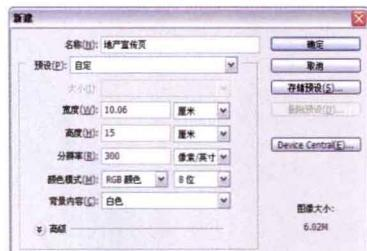

图1-1
① 新建文件。选择“文件”|“新建”命令，弹出“新建”对话框，设置“名称”为“地产宣传页”，“大小”为106mm×150mm，“分辨率”为300dpi，“颜色模式”为“RGB颜色”，“背景内容”为“白色”，设置完毕后单击“确定”按钮，如图1-1所示。